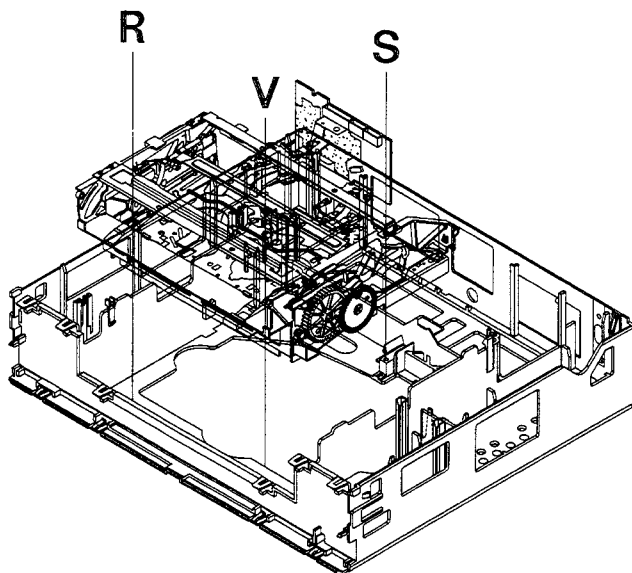

Fig. 8
- Die drei Schrauben V, R, S herausschrauben (siehe Fig. 8).